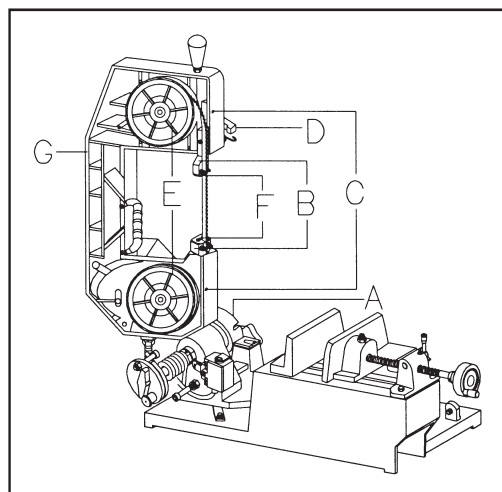

Fig. 5
1. Relevez la tête de coupe à 90 degrés en soulevant légèrement le bouton (A) de la Fig. 5, de manière à libérer la goupille d'arrêt et à la faire coulisser dans la rainure permettant de positionner le bras de la scie en position verticale.
2. Otez les protections de lame (B) et le couvercle de lame, en desserrant les deux boulons (C) du bâti de la scie.
3. Repoussez la manette de tension (D) vers la gauche pour permettre à la lame de se dégager.
4. Otez la lame des deux volants (E) et des roulements de guidage de lame.
7. Remettez en place les protections et le couvercle (G) de lame.